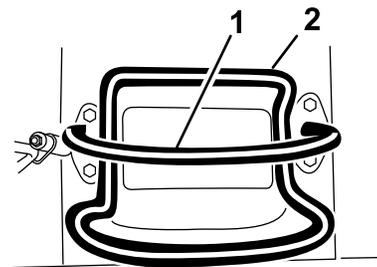
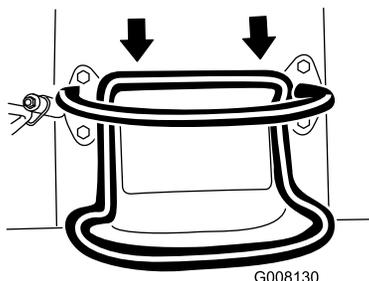

図 7
図 9
- 後へ押すと後退します 図 9。後退時は、必ず後ろの安全を確認し、手を基準バーに置いてください 図 7。
- 走行コントロールから手を離せば走行を停止します 図 7。